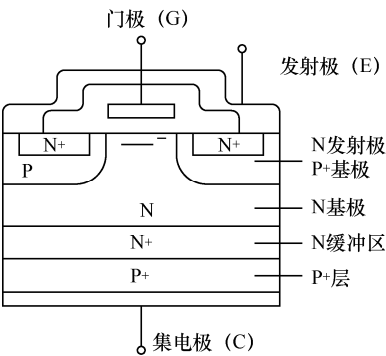

图 5-43 IGBT (N 沟道) 结构示意图
绝缘栅双极型晶体管本质上是一个场效应晶体管，在结构上与功率 MOSFET 相似，只是在功率 MOSFET 的漏极和衬底之间额外增加了一个 P+型层。其实际结构如图 5-43 所示。
1) 导通	由图 5-43 可知，当在 IGBT 的门极 G 和发射极 E 之间加上正向电压时，可产生 IGBT 内部的 PNP 型晶体管的基极电流，从而使 IGBT 导通。